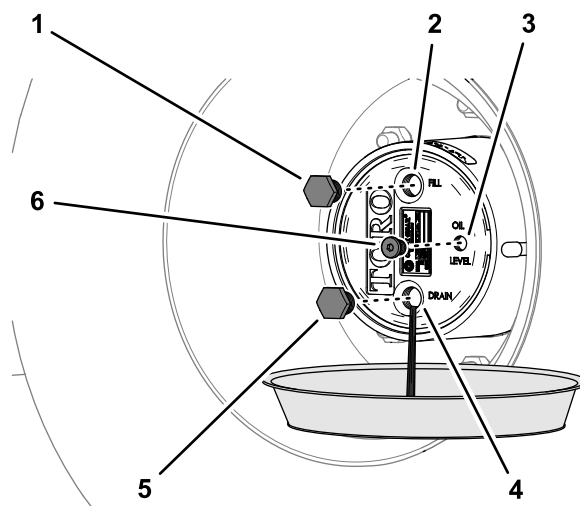

Figura 96
2. Posizionate una bacinella di spurgo sotto il mozzo dei riduttori planetari, rimuovete il tappo di spurgo, il tappo di riempimento e il tappo di controllo e lasciate spurgare completamente il lubrificante (Figura 96).